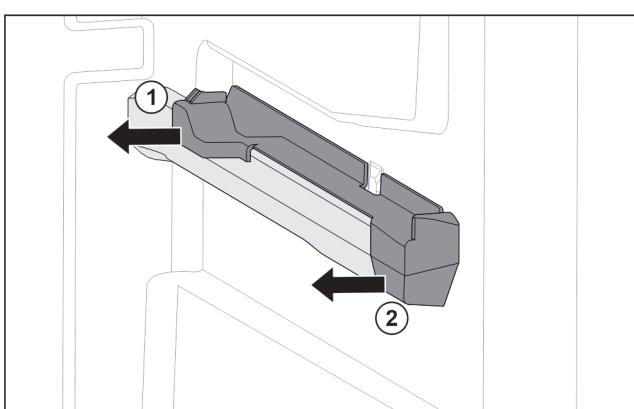

Fig. 122 Вставная часть на правом контейнерном ребре
- Отодвигите вставную часть сзади в сторону. Fig. 122 (1)
- Отодвигите вставную часть спереди в сторону. Fig. 122 (2)